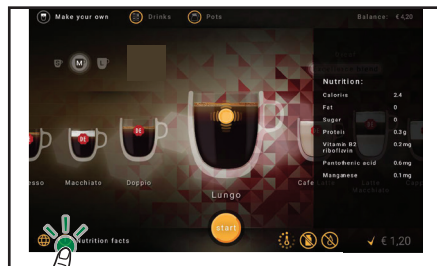

Рис. 4.14 - Сведения о питательной ценности
- Коснуться иконки сведений о питательной ценности в нижнем левом углу сенсорного экрана режима выдачи (рис. 4.14). Перечень сведений о питательной ценности выбранного напитка отображается в правой стороне экрана.